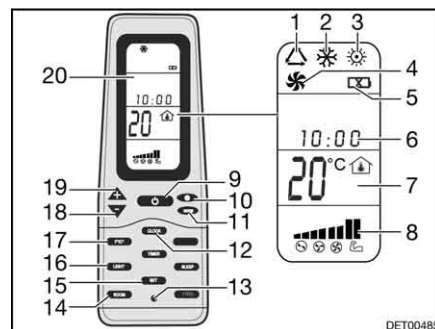

Fig. 214 Télécommande
- Appuyer sur la touche ON/OFF (Fig. 214,9).
- Appuyer sur la touche "Mode" (Fig. 214,11) autant de fois que nécessaire pour que le mode de fonctionnement souhaité (Fig. 214,1, 2, 3 ou 4) s'affiche à l'écran (Fig. 214,20).
- Régler la température désirée à l'aide des touches "+" (Fig. 214,19) et "-" (Fig. 214,18).
- Sélectionner le niveau de ventilation souhaité à l'aide de la touche de vitesse du ventilateur (Fig. 214,10).